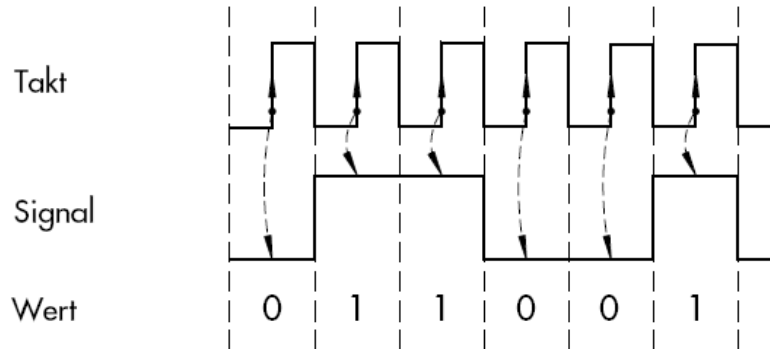

Bild 2.2: Synchrones Protokoll mit Takt- und Datenleitung
**Synchrone Übertragung:** Bei der synchronen Übertragung sind die Signale auf den Datenleitungen immer dann gültig, wenn ein von beiden Stationen genutztes Taktsignal einen bestimmten, vordefinierten Zustand einnimmt (z. B. Taktflankensteuerung gemäß Bild 2.2). Das Taktsignal wird entweder getrennt vom Datensignal auf einer zusätzlichen Leitung übertragen oder es kann aus dem Datensignal abgeleitet werden – sofern die Codierung dies zulässt (z. B. Manchester-Code). In jedem Fall erfolgt die Übertragung blockweise.